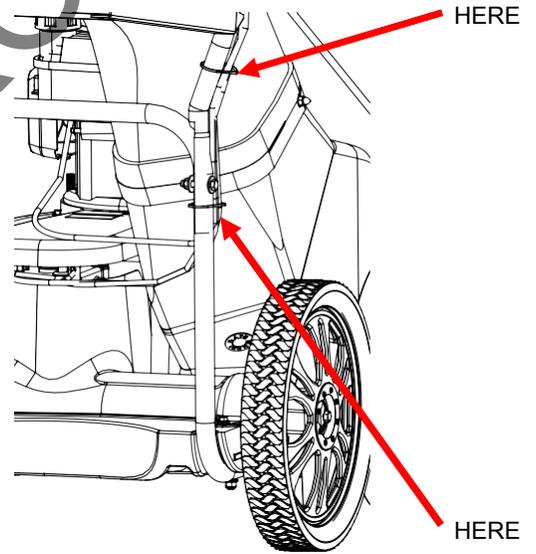

Abb. 6
9. Installieren Sie Kabelbinder. (Siehe Abb. 6 nächste Seite)